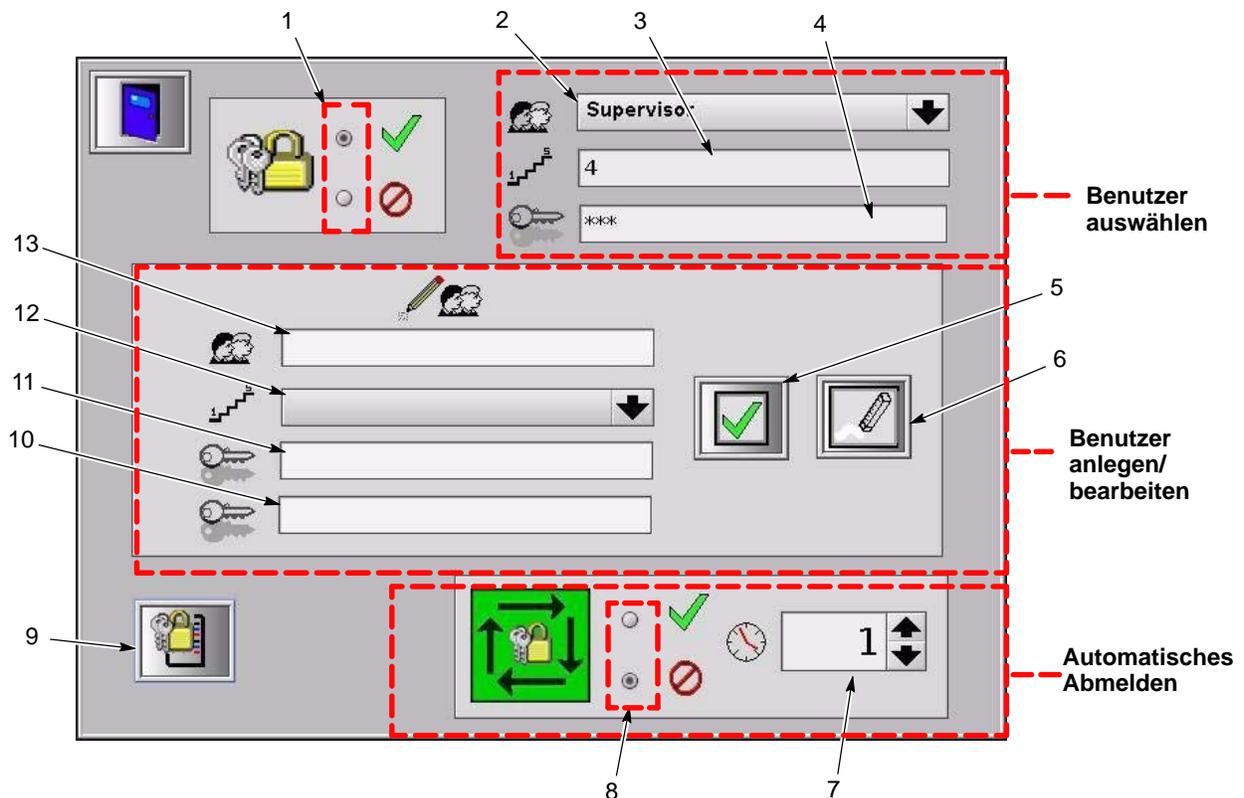

Abb. 2-3 Menü Sicherheitskonfiguration
Siehe Abbildung 2-3. Zum Öffnen des Menüs Sicherheitskonfiguration das Schaltfeld **Konfigurieren** im Menü Anmelden berühren.
Siehe Abbildung 2-3. Zum Anlegen eines neuen Benutzers die Felder im Bereich Anlegen/Bearbeiten benutzen.
Siehe Abbildung 2-3. Das automatische Abmelden gilt nur für Benutzer auf der Ebene 4 für Überwachende. Automatisches Abmelden einrichten:
Siehe Abbildung 2-3. Zum Öffnen des Sicherheitsprotokolls das Schaltfeld **Sicherheitsprotokoll** (9) berühren. Die Protokolldatei enthält eine Liste der Benutzernamen und die Zeiten, zu denen sie sich an- und abgemeldet haben.